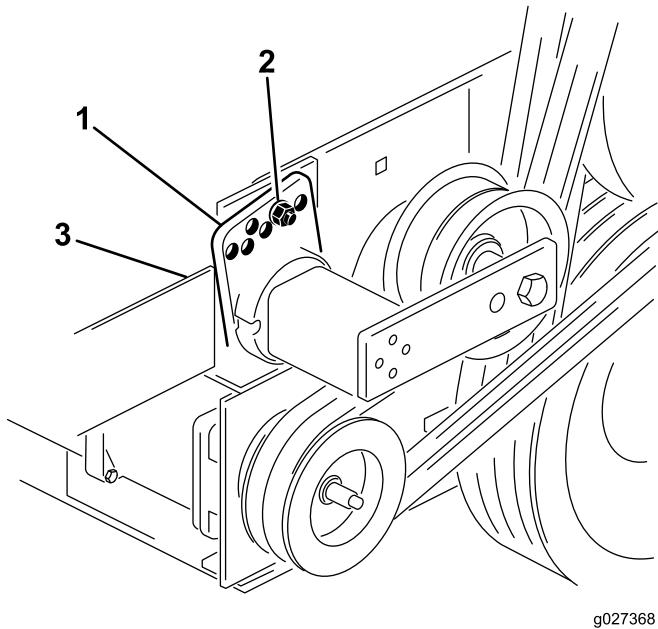

Figura 14
3. Rimuovete il bullone e il dado che fissano la guida del tendicinghia al supporto della trasmissione per rilasciare la tensione della cinghia (Figura 14).